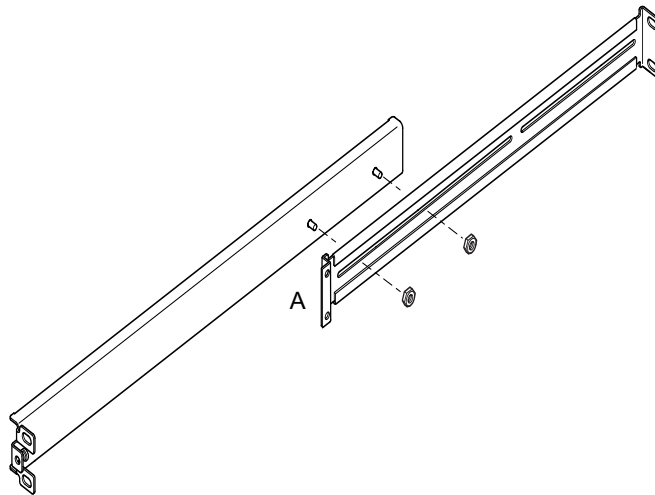

ABBILDUNG 5-3 Positionieren der Einbauschienen für ein 19 Zoll breites Standard-Rack
- Für ein 19 Zoll breites Standard-Rack muss das doppelt abgewinkelte Ende (A) nach vorn zeigen (siehe ABBILDUNG 5-3).